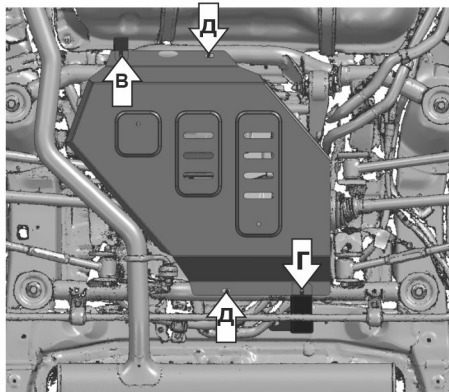

Рис.4
4. Установить защиту: переднюю часть завести на вкрученный болт М6х30 с шайбой 6 (В), заднюю часть прикрепить к кронштейну с помощью болта М6х30 и шайбы 6 (Г). Защиту в точках (Д) прикрепить к усилителям с помощью болтов М6х60 с шайбами 6 и гаек закладных гнутых М6 через сквозные отверстия (рис.4).